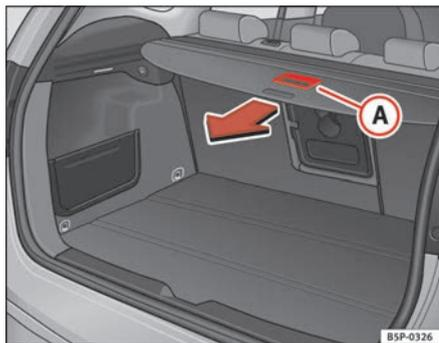

Fig. 123 Actionnement de la plage arrière de rangement
- Tirez sur la plage arrière au moyen du levier (A) jusqu'à ce qu'un « clic » se fasse entendre ⇒ fig. 123.